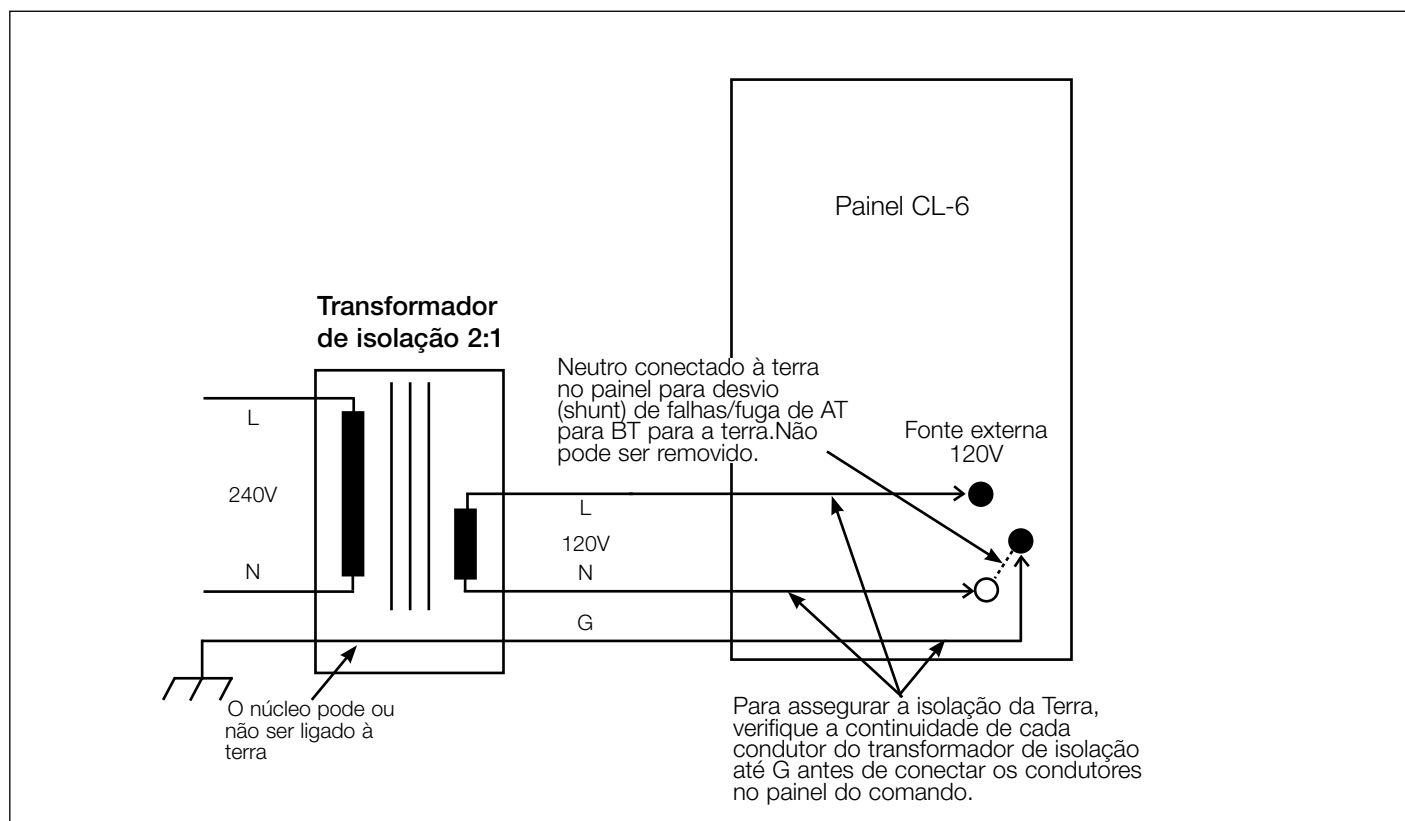

Figura 1-6.
Como o comando é configurado para 120 Vca, um transformador de isolamento 2:1 deverá ser utilizado para incrementar e isolar a tensão de alimentação. Ele deverá isolar neutro e linha no lado secundário. Além disso, neutro e terra no lado secundário não deverão ser bondeados ou conectados. Para verificar a isolação a partir da terra, verifique a continuidade de cada condutor no transformador de isolação em relação à terra (G). Verifique isso antes de conectar os condutores no painel do comando. Veja a Figura 1-6.